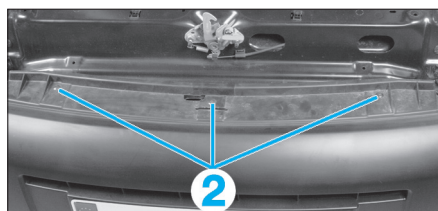

FIG. 4
- les 3 vis de fixation supérieures (2) du bouclier (Fig.4),